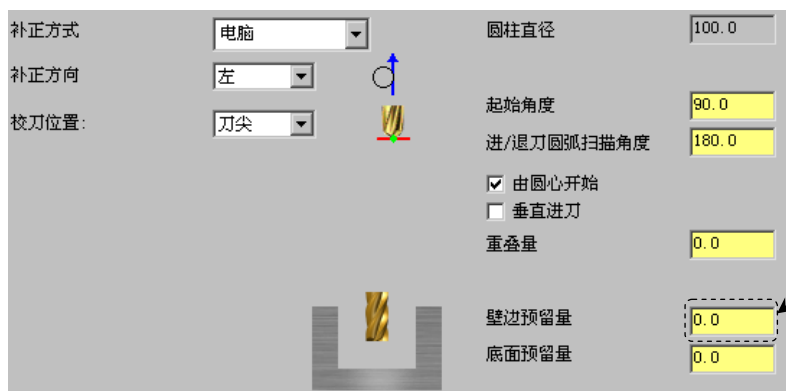

图 9.7.12 “切削参数”设置界面
Step1. 设置切削参数。在“2D 刀具路径-螺旋铣孔”对话框左侧的节点列表中，单击 **切削参数** 节点，设置图 9.7.12 所示的参数。